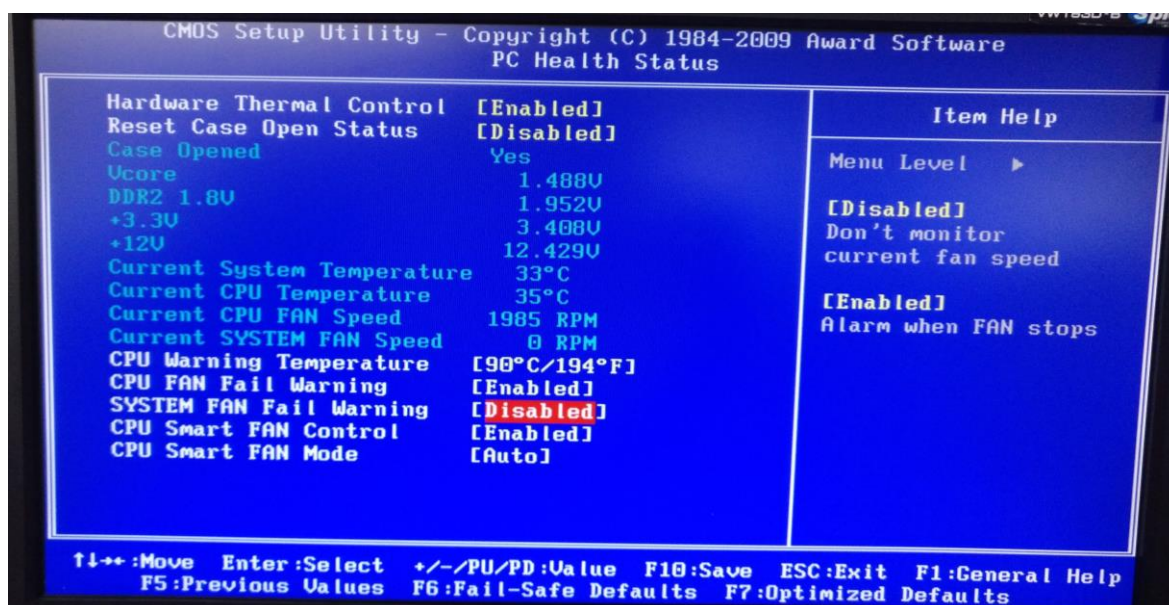

Imagen 3: BIOS con alarma de fallo de ventilador conectada, ventilador desconectado en placa base.
- Caso 8: alarma de fallo de ventilador de CPU activada, ventilador de CPU desconectado: pitido continuo (imagen 3).